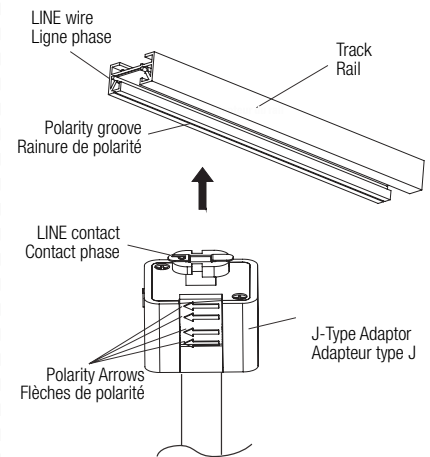
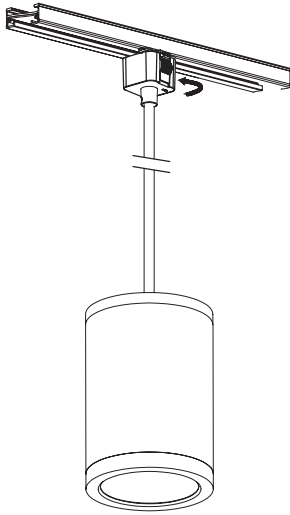

Fig. 3c
Fig. 3d
3. Insert the brass contacts on the top of Track Adaptor J-type into the Track Channel (Fig. 3c).
4. Rotate the track adaptor J-type 90° (Fig. 3c) so that the indicator arrow point toward the polarity groove once installed (Fig. 3d).
3. Insérez les contacts en laiton situés sur le dessus de l'adaptateur de rail type J dans le canal du rail (Fig. 3c).
4. Faites pivoter l'adaptateur de rail type J de 90° (Fig. 3c) afin que la flèche indicatrice pointe vers la rainure de polarité une fois installé (Fig. 3d).